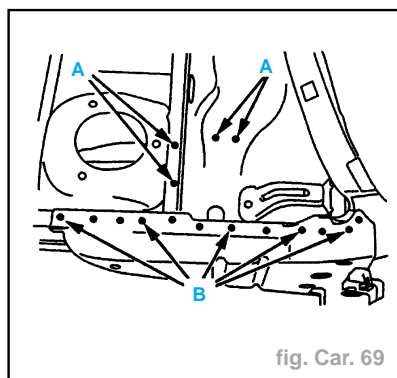

fig. Car. 69
- Souder par points bouchons au MIG (suivant A) (fig. Car. 69).